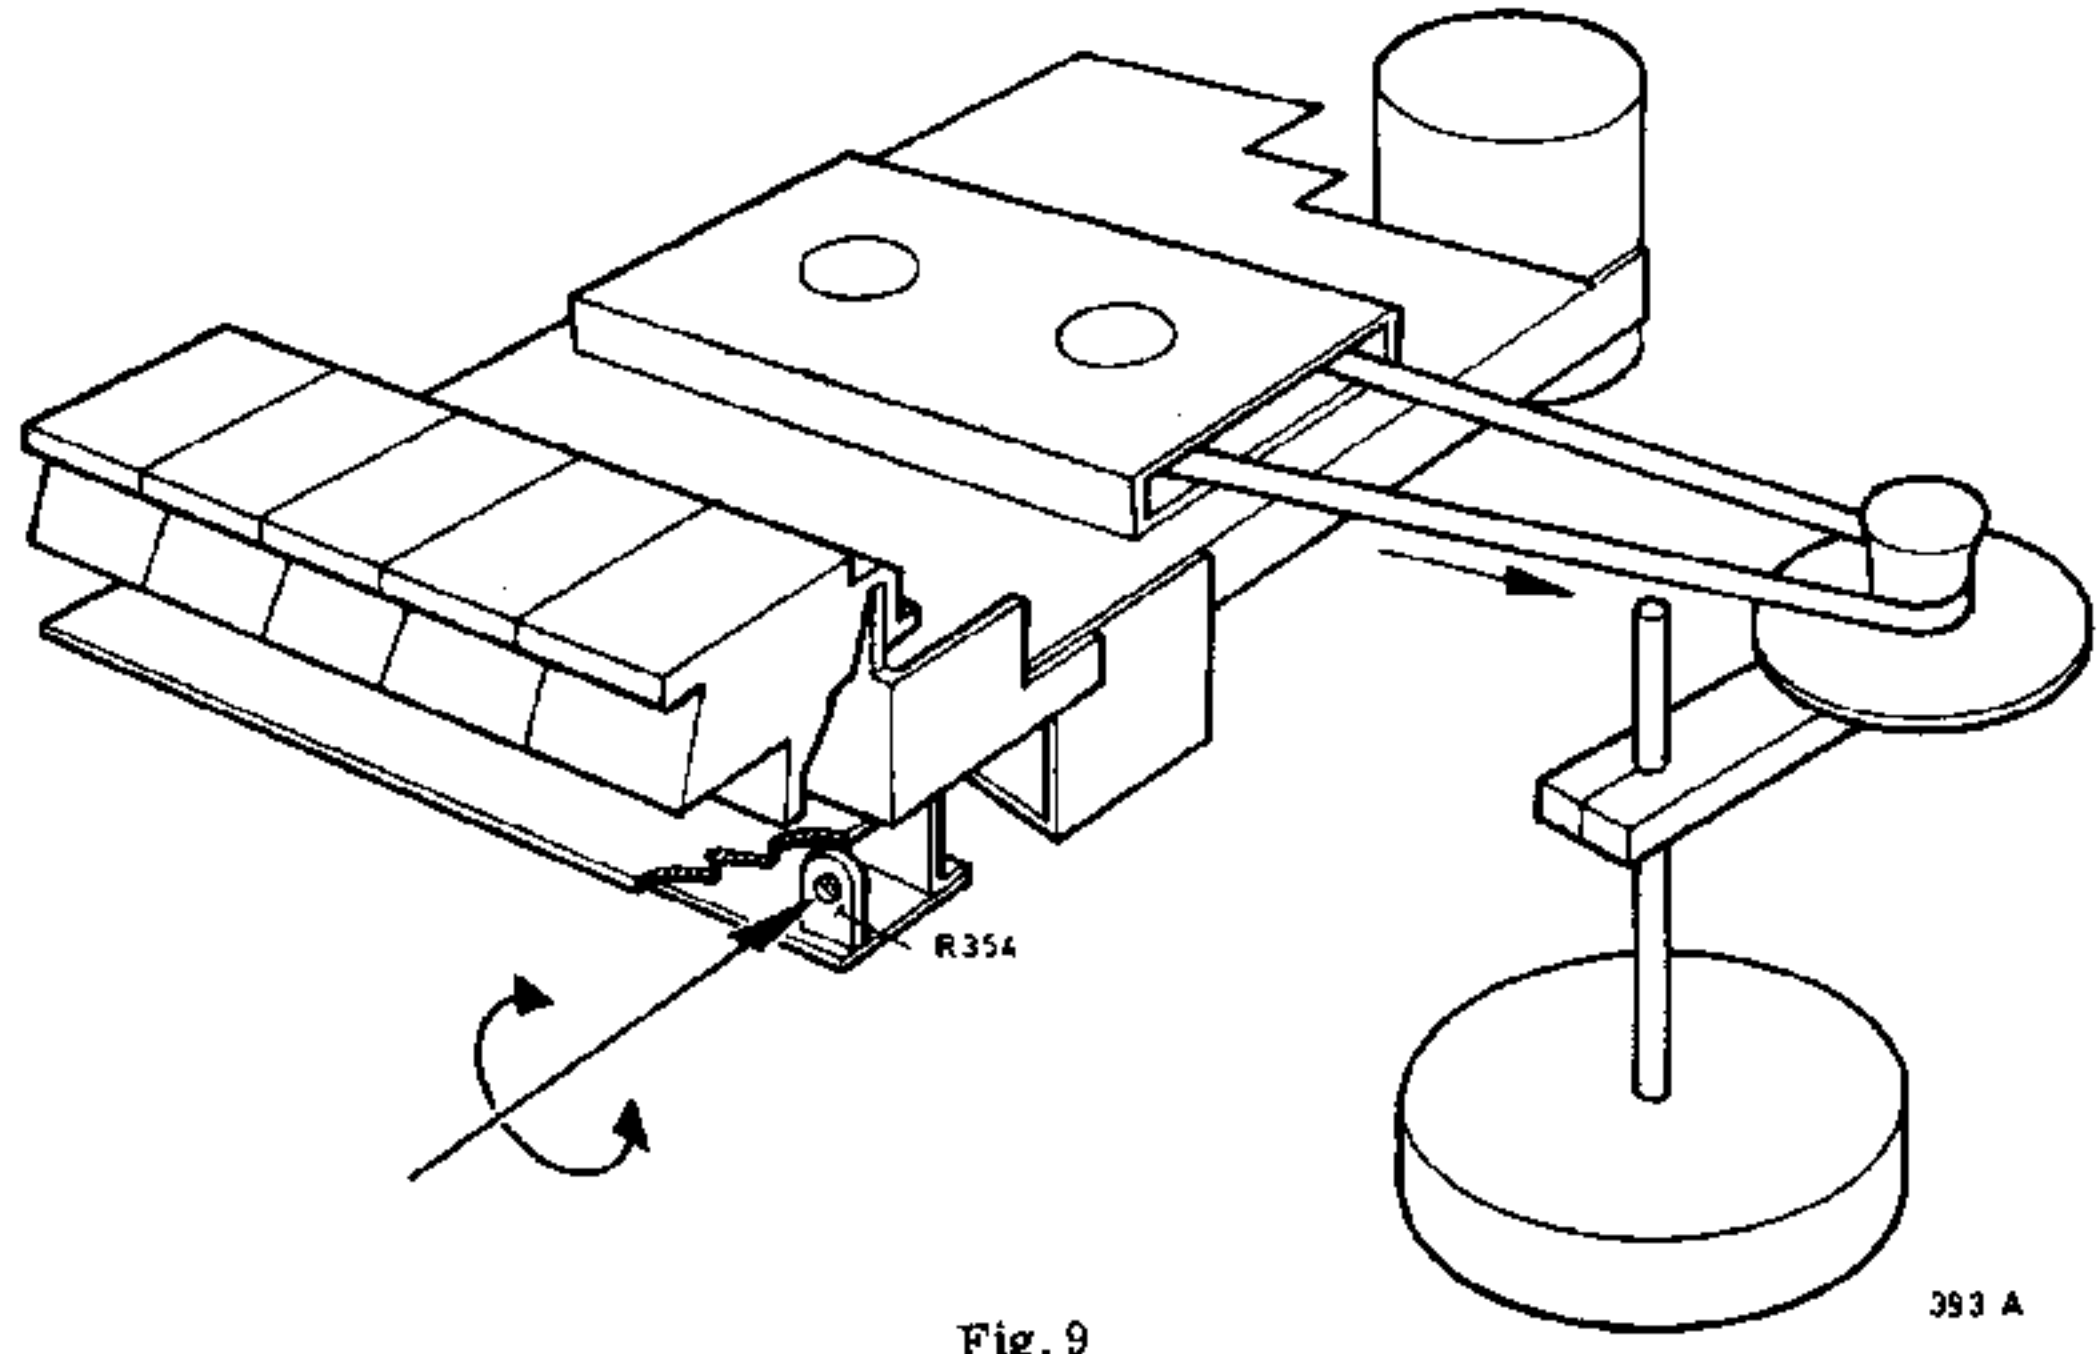

Fig. 9
- . Togliere il lato di una cassette e far uscire il nastro (vedi fig. 9).